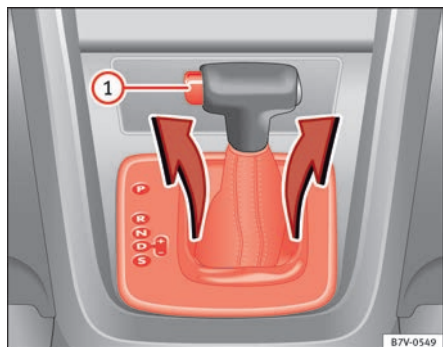

Abb. 195 Abdeckung der Schaltkulisen abbauen.
- Abdeckung im Bereich der Wählhebelsmanschette nach oben ziehen ⇒ Abb. 195.
- Sperrtaste ⇒ Abb. 195 (1) im Wählhebelgriff drücken und Wählhebel in Stellung **N** bringen.